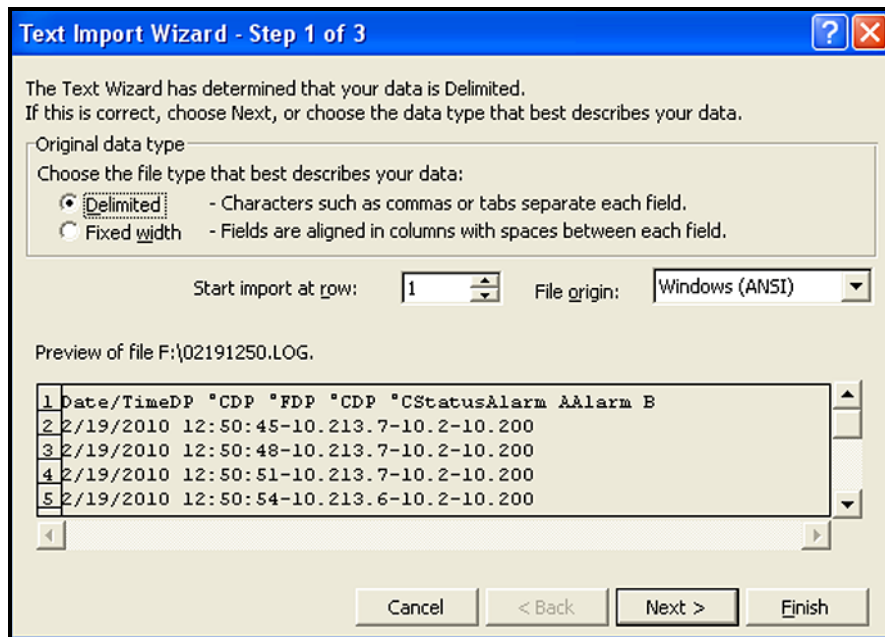

Figura 59: Assistente de importação do Excel – Etapa 1
1. Certifique-se de que o tipo de arquivo esteja definido para “*Todos os tipos*” e, em seguida, abra o arquivo de registro selecionado clicando no nome do arquivo. Uma janela semelhante à janela em *Figura 59* abaixo será aberta.